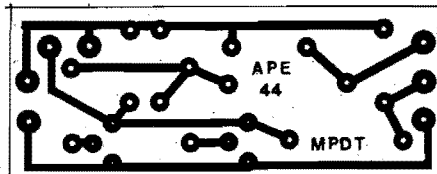

Fig.3
- FIG. 3 - LAY OUT DO CIRCUITO IMPRESSO ESPECÍFICO - A plaquinha é uma "mezequinha": pequena, de desenho simples e descongestionado! Mesmo quem ainda não se "arriscou" a realizar sua primeira placa, poderá tentá-lo, "sem medo"... O padrão cobreado está, na figura, em escala 1:1 (tamanho natural), podendo então ser copiado diretamente sobre a face cobreada de um fenolite virgem, ação seguida da traçagem com decalques ou tinta ácido-resistente, corrosão na solução de perclorato de ferro, limpeza e furação... Durante toda essa fase (simples, podemos garantir) de realização e utilização do Circuito Impresso, o principiante poderá (antes, **deverá...**) recorrer às INSTRUÇÕES GERAIS PARA AS MONTAGENS, onde encontrará sempre conselhos, "dicas" e sugestões fundamentais (os "veteranos" já sabem tudo aquilo, mas os "começantes" precisam ser lembrados, a todo instante, que é pra não "pisarem na bola", até ficarem "macacos velhos"...).